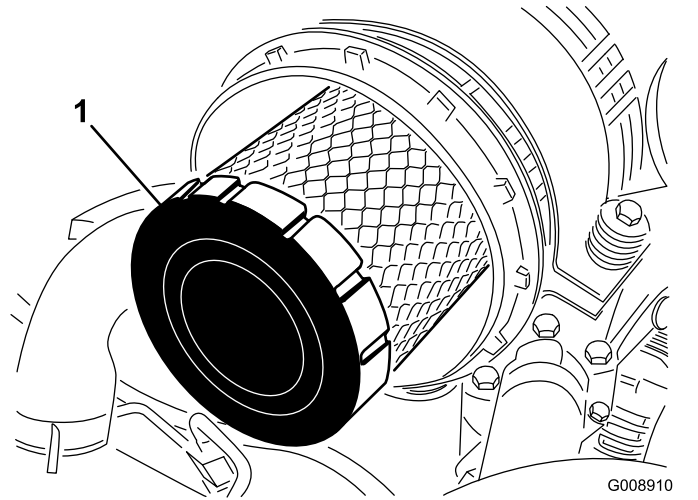

Figure 58
4. Déposez et remplacez le préfiltre (Figure 58).